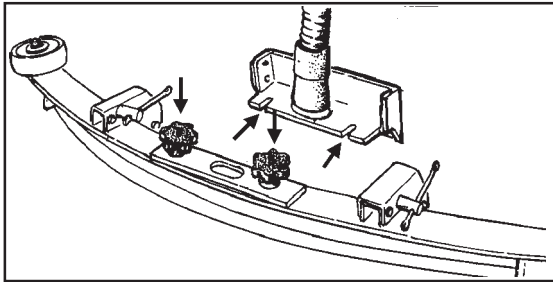

Figure 8
1. The squeegee assembly has a break away feature that is also used for mounting the squeegee. Loosen the knobs on the squeegee (figure 8). Slide the stud into the slotted hole in the support frame on the machine.
1. La raclette est équipée d'un dispositif de décrochage qui est également utilisé pour monter la raclette. Desserrez les boutons de la raclette (figure 8). Insérez le goujon dans le trou situé sur le châssis de la machine.